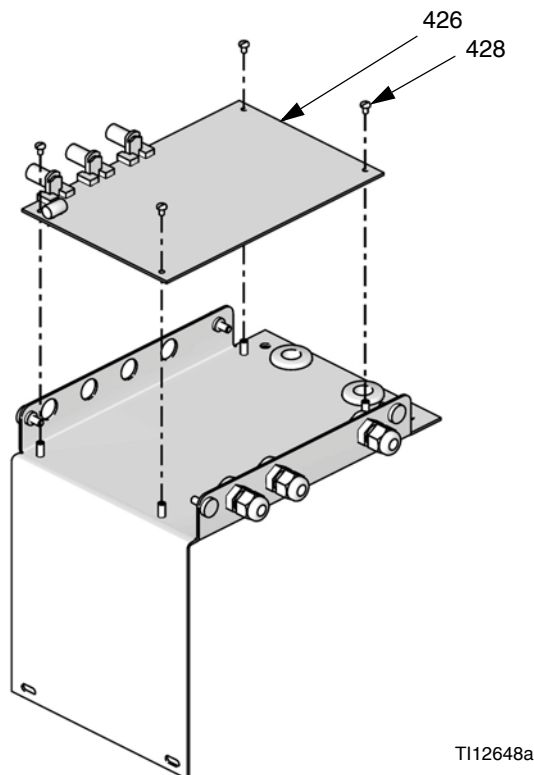

Рис. 28. Изъятие платы управления
4. Извлеките 4 винта (428). Извлеките плату управления (426). Рис. 28.